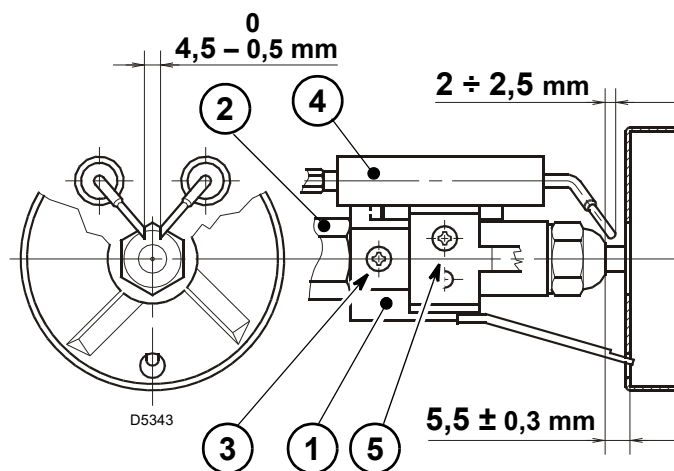

Abb. 10
Die Abstände in Abb. 10 müssen eingehalten werden.
- Den Stauscheibenhalter 1)(Abb. 10) auf den Düsenstock 2)(Abb. 10) legen und mit der Schraube 3)(Abb. 10) fixieren. Für eventuelle Einstellungen der Elektrodeneinheit 4) die Schraube 5)(Abb. 10) lockern.
- Die Kabel 4) von den Elektroden abziehen, die Schraube 3)(Abb. 10) lockern und den Stauscheibenhalter 5) aus dem Düsenstock 7) ziehen.